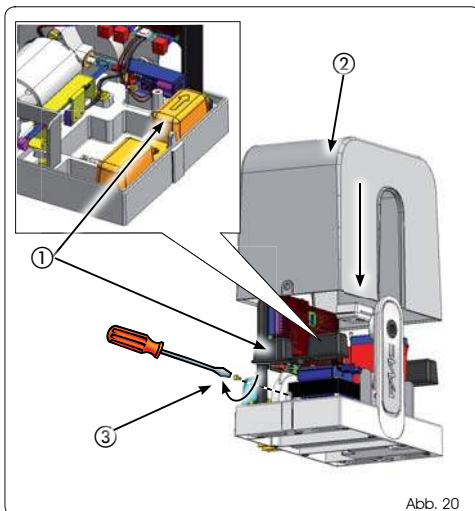

Abb. 20
Die Kunststoffabdeckungen der Schrauben zum Befestigen des Antriebs mit Druck einsetzen, wobei sichergestellt werden muss, dass der Pfeil zum Tor ausgerichtet ist (Abb. 20 Bez. ①). Das Abdeckgehäuse einführen (Abb. 20 Bez. ②) und mit den zwei eigens hierzu vorgesehenen seitlichen Schrauben (Abb. 20 Bez. ③) befestigen.